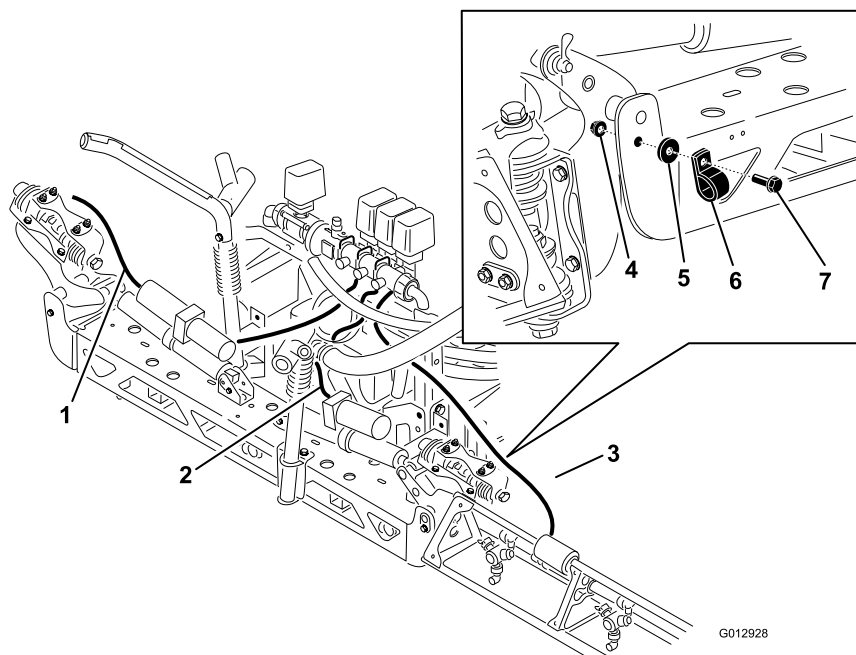

図 31
1. ブーム・ホースを図 31のように配置する。
2. Rクランプを使って、センター・ブーム・アセンブリの前側に、左右のブームホースを取り付ける。ショルダ・ボルトとナットを使って、ホースとRクランプを図 31のように固定する。